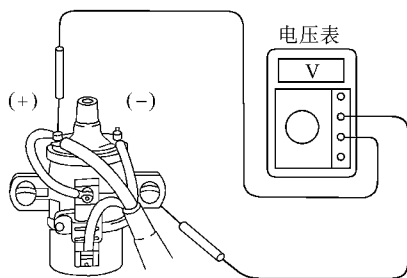

图 5-14 测量点火线圈的电压
2) 将点火开关置于 START (起动) 位置, 使电压表的正极 (+) 测试棒接到点火线圈的正极 (+) 接线柱上, 负极 (-) 测试棒接到壳体的接地端子上测量电压, 如图 5-14 所示。